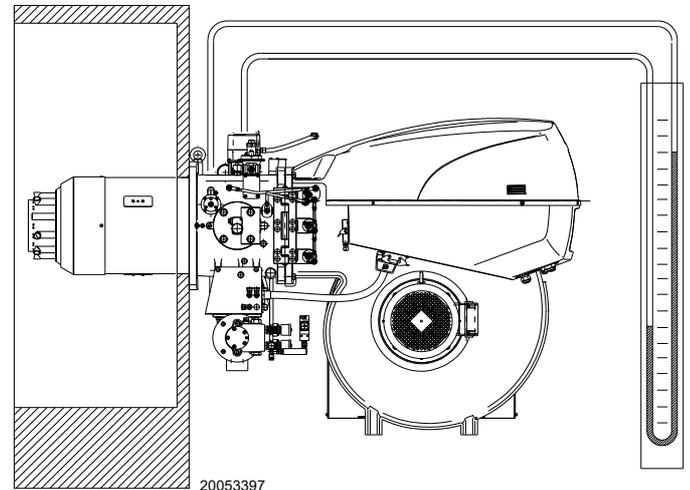

Abb. 33
- Montieren Sie ein U-Rohr-Manometer oder einen Differenzdruckmesser (Abb. 33), mit Entnahmestelle (+) am Gasdruck der Muffe und (-) in der Brennkammer. Damit soll annäherungsweise die Höchstleistung des Brenners ermittelt werden.
Das U-Rohr-Manometer (Abb. 33) zeigt den Gaseintritt an der Muffe an.